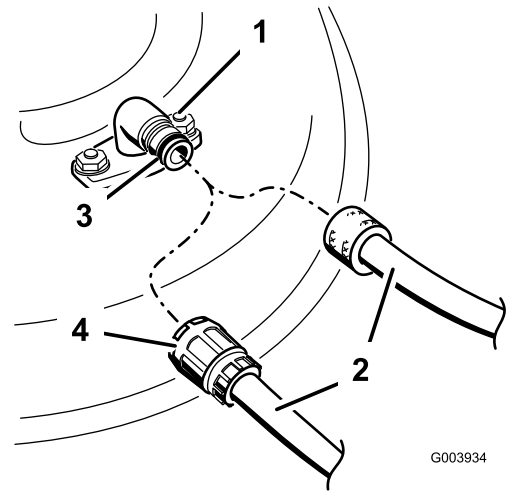

Bild 80
3. Montieren Sie die Schlauchkupplung auf die Kupplung am Mähwerk-Spülanschluss und drehen Sie das Wasser mit starkem Druck auf (Bild 80).